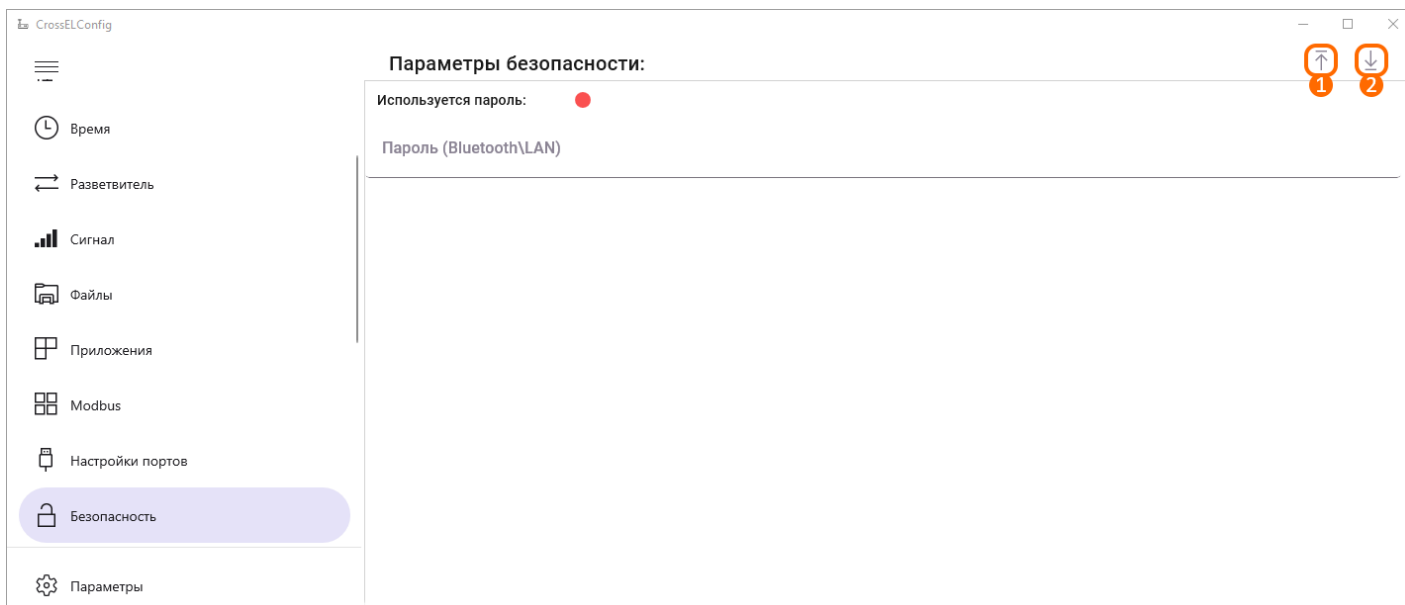

Рисунок 13 – Вкладка «Безопасность»
Вкладка позволяет сменить пароль при подключении по технологии «Ethernet» или «Bluetooth» (рис. 13). На самой вкладке доступен ряд функций:
- Кнопка записи параметров (рис. 13, элемент 1) позволяет записать пароль;
- Кнопка чтения параметров (рис. 13, элемент 2) позволяет считать пароль.